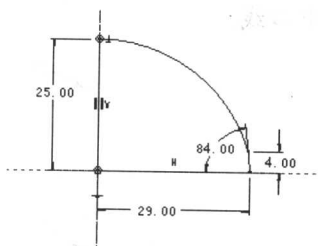

图 1-15 绘制圆弧
15. 单击绘制圆弧按钮，绘制如图 1-15 所示圆弧（使圆弧中心点落在垂直基准线上），双击鼠标中键结束圆弧命令。